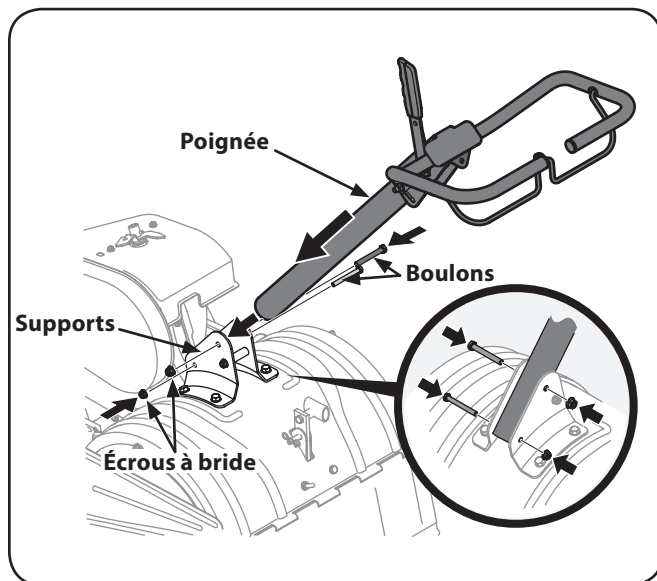

Figure 3-3
2. Placez la poignée entre les supports. Voir Figure 3-3.